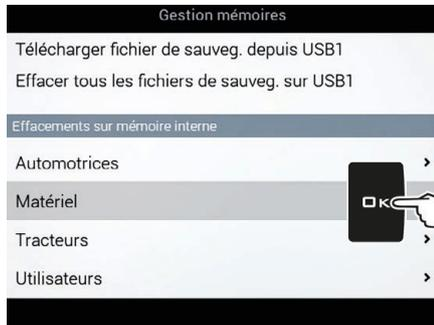

Fig. 152
- Sélectionnez la rubrique **Matériel** (Fig. 152) et appuyez sur **OK**.